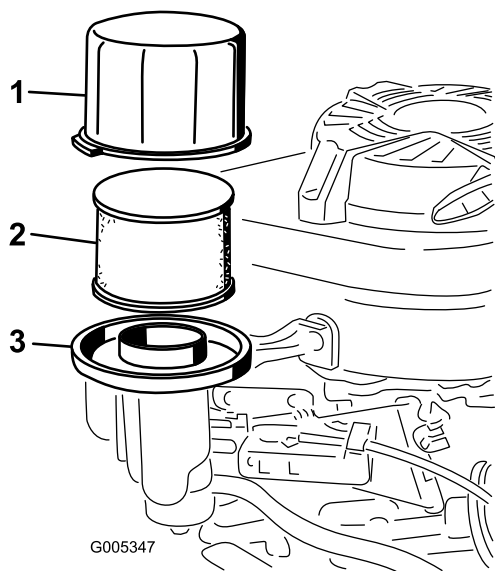

Figura 20
3. Togliete il coperchio e pulitelo accuratamente (Figura 20).
4. Rimuovete il prefiltra in schiuma sintetica e il filtro aria di carta dalla base del filtro dell'aria (Figura 20).